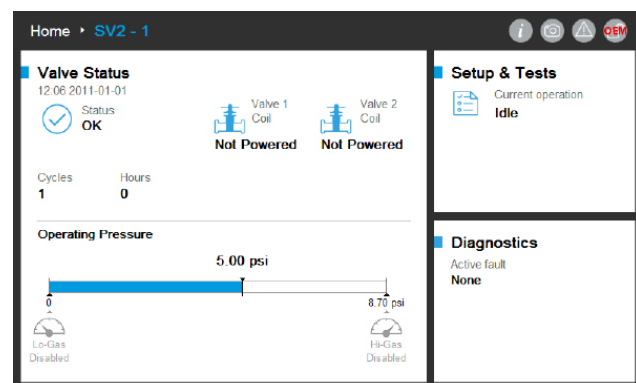

Fig. 5. Sessione stabilita. Utente connesso come OEM.
Nel caso in cui le password di livello di accesso principale relative a Installatore e/o OEM venissero smarrite, è possibile il reset della password se i meccanismi di reset sono stati abilitati dall'OEM. Vedere Fig. 5 Il meccanismo di reset varierà tra i livelli Installatore e OEM. Nota: spegnere e riaccendere la valvola o l'interfaccia utente non escluderà questa metodologia.
Per impostazione predefinita, la funzionalità di reset della password per l'Installatore e l'OEM è disabilitata ed è necessario abilitarla nella configurazione iniziale di ciascun dispositivo dall'OEM o dal proprietario originario, come indicato in Fig. 5.
- L'OEM può scegliere se abilitare o disabilitare la funzione di reset della password OEM. Vedere la Fig. 5.